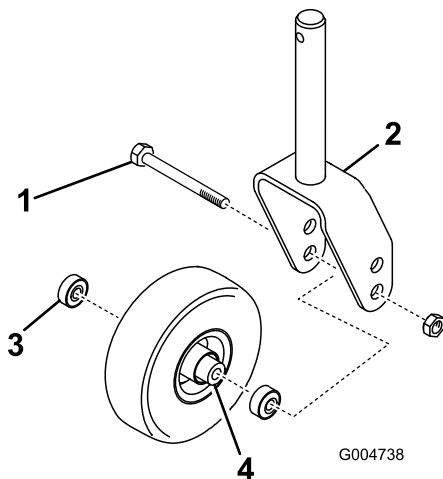
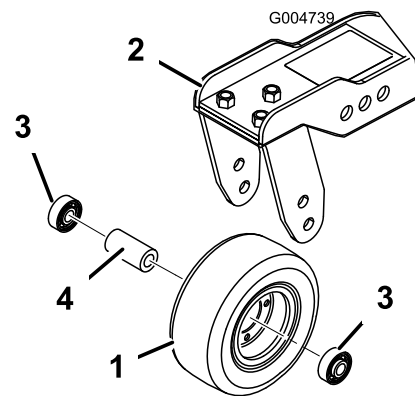

Bild 81
Bild 82
1. Entfernen Sie die Sicherungsmutter von der Schraube, mit denen das Laufrad in der Mitte der Laufradgabel (Bild 81) oder am Laufradgelenkarm (Bild 82) befestigt ist. Halten Sie das Laufrad fest und schieben die Schraube aus der Gabel oder vom Gelenkarm ab.
2. Entfernen Sie das Lager aus der Radnabe und lassen das Lagerdistanzstück herausfallen (Bild 81 und Bild 82). Entfernen Sie das Lager aus der gegenüberliegenden Seite der Radnabe.